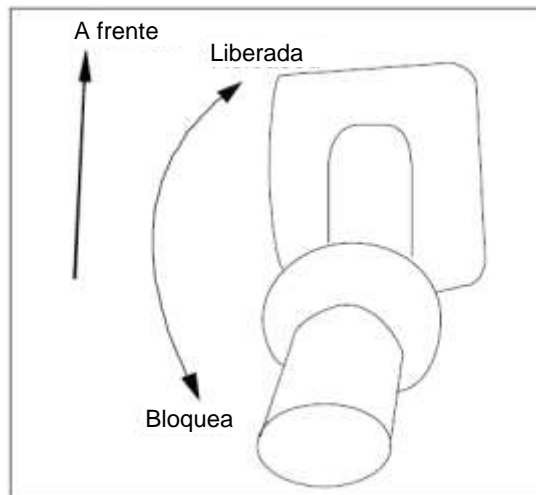

Fig.4-44 Acione o freio de mão para a
1) Acione o freio de mão para a posição LOCK, como mostrado na Fig. 4-44.